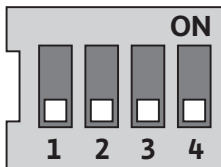

Fig. 32: DIP-schakelaars
De DIP-schakelaars (Fig. 14, pos. 6/ Fig. 32) bevinden zich onder de afdekking van de behuizing.